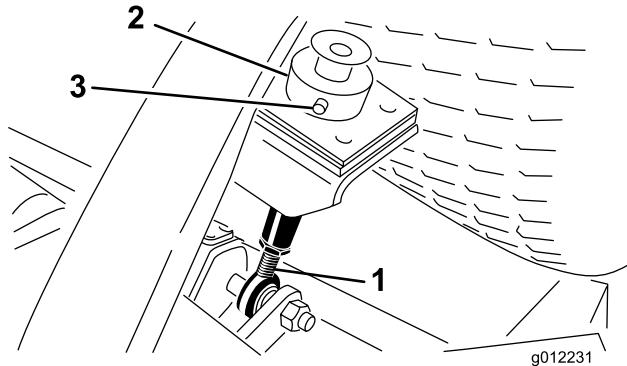

図 9
- カッティングユニット後部で、刈高ロッドに刈高カラーを固定しているヘアピンとクレビス・ピンを外す（図 9）。